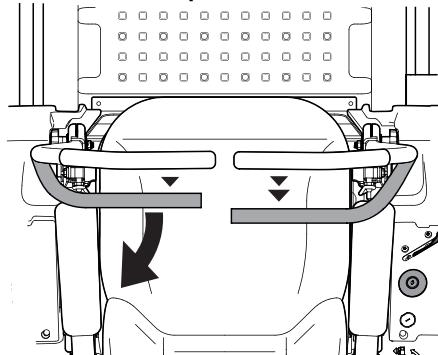

Figura 3-7
- Para girar a la izquierda mientras se desplaza marcha atrás, mueva la palanca de control izquierda hacia adelante respecto de la palanca derecha. Consulte Figura 3-7.